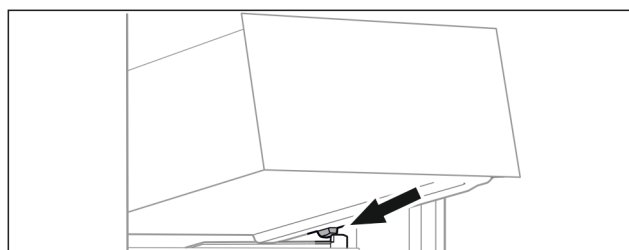

Fig. 60
- ▶ Założyć szufladę pod skosem za stoperami na żebro pojemnika. (patrz Fig. 60)